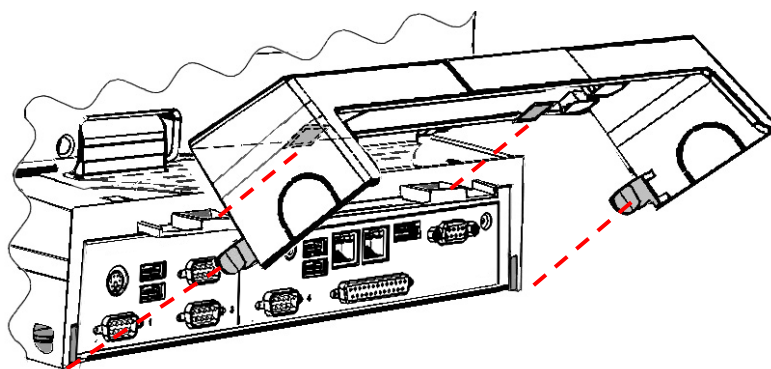

Рисунок 9. Съемная защитная панель
1. Подвести защитную панель к задней части корпуса, установить фиксаторы съемной панели, расположенные в верхней ее части, в соответствующие пазы на задней части корпуса терминала (смотрите рисунок 9).